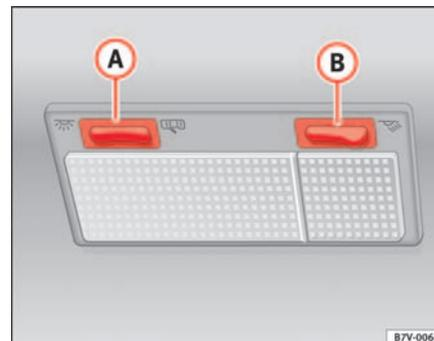

Abb. 75 Ausschnitt aus Dachhimmel: Innen- und Leseleuchte vorne
Die Innenleuchten werden zentral mit dem Wippschalter ⇒ Seite 117, Abb. 75 (A) für folgende Funktionen geschaltet: Türkontaktschaltung , Dauerlicht  oder vollständig ausgeschaltet.
Mit der Taste ⇒ Seite 117, Abb. 75 (B) wird die Leseleuchte für den Beifahrer ein- und ausgeschaltet